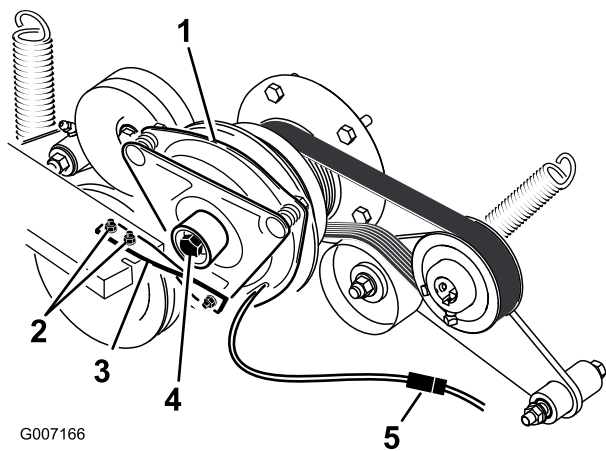

Figura 65
5. Scollegate la connessione elettrica della frizione (Figura 65).
6. Rimuovete i due bulloni che fissano la cinghia di gomma della frizione al telaio del tosaerba (Figura 65).
7. Rimuovete il bullone centrale che fissa la frizione all'albero motore e rimuovete la frizione e la chiave (Figura 65).
14. Tenendo l'albero a gomiti sulla parte posteriore della macchina, installate il bullone centrale e serratelo a 68 Nm (Figura 65).
15. Fissate la cinghia di gomma della frizione al telaio del tosaerba con i due bulloni e dadi precedentemente rimossi (Figura 65).
17. Collegate la connessione elettrica della frizione (Figura 65).